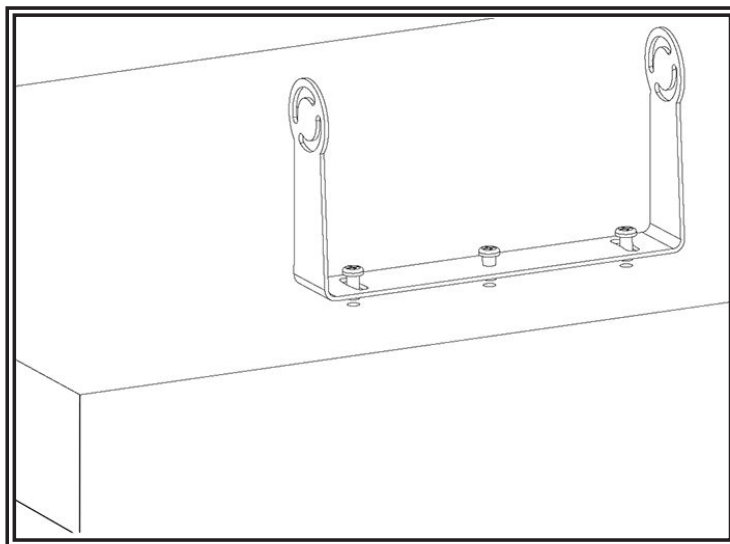

Figure 3
1. Choisissez un emplacement adapté sur le véhicule et fixez la patte de support en U à l'aide des vis (Figure 3)